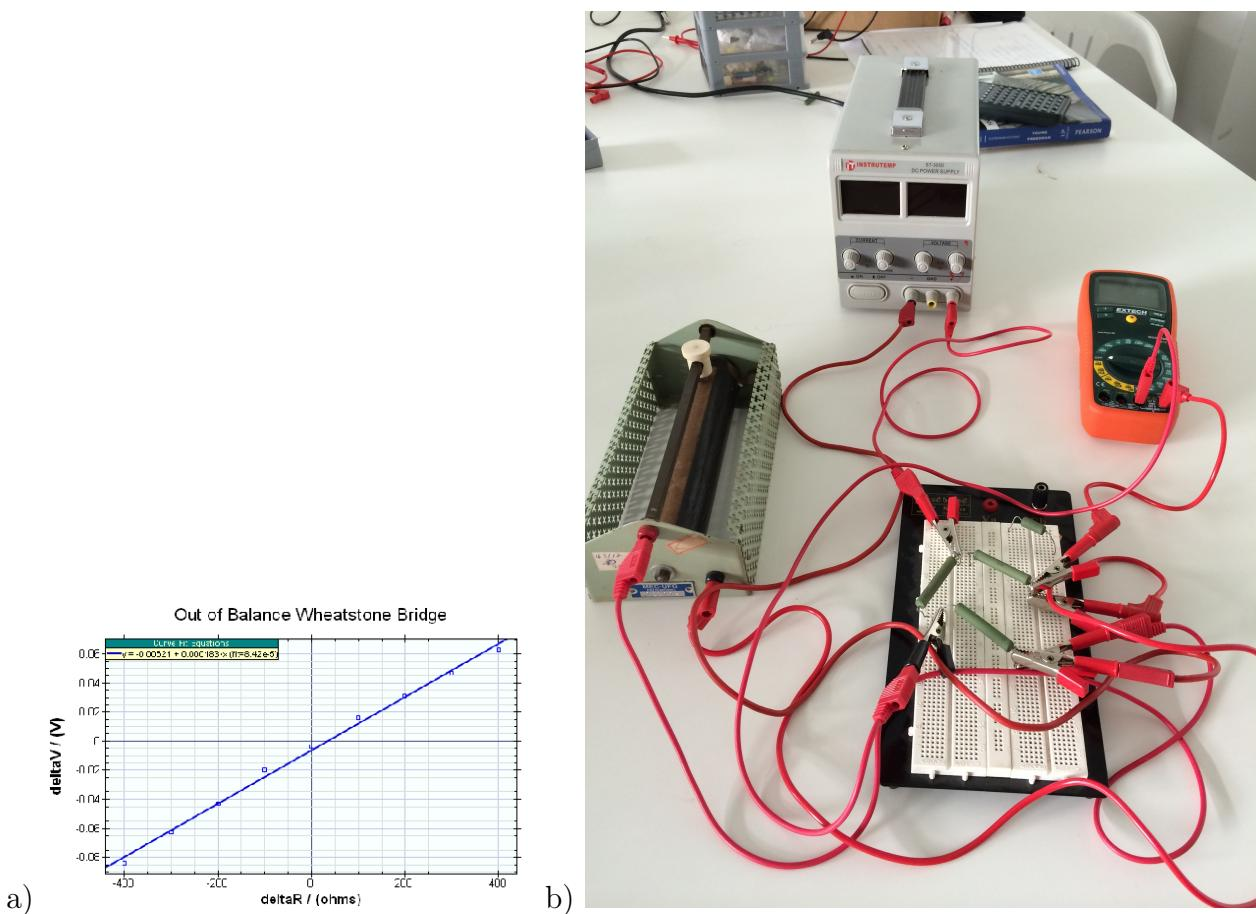

Figura 5.3: (a) Exemplo de gráfico V_{cd} vs R_2 . (b) Circuito montado em laboratório.
5. Faça um gráfico de U vs R_v (semelhante ao que está na figura 5.3(a)). A inclinação da reta resultante (obtida por ajuste linear) é a sensibilidade do sistema. Mantenha a tensão na fonte constante.
Placa de montagem, fonte de alimentação, resistência variável, resistências diversas, cabos e multímetro. Na figura 5.3(b) está o circuito montado com os itens disponíveis em nosso laboratório.